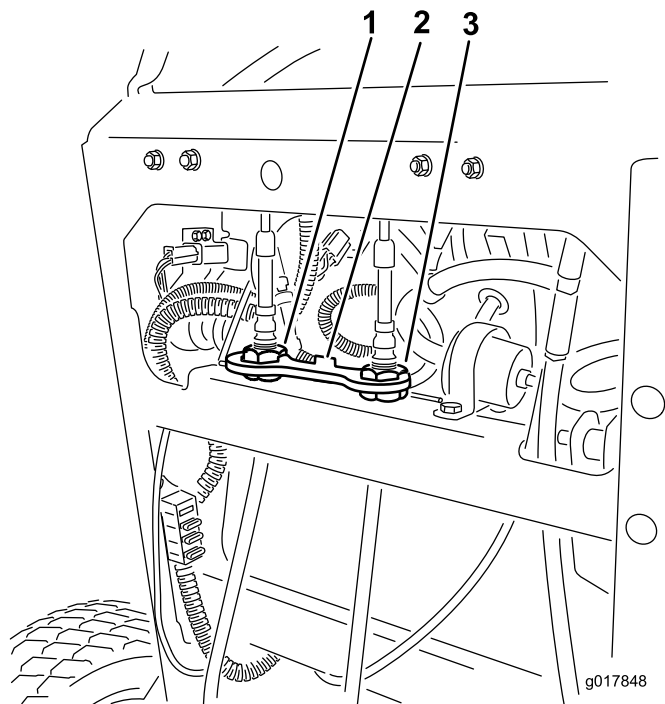

Figura 56
4. Rode o ajuste do cabo direito para posicionar o controlo de movimento direito na ranhura de bloqueio neutra do centro do painel de controlo (Figura 56).